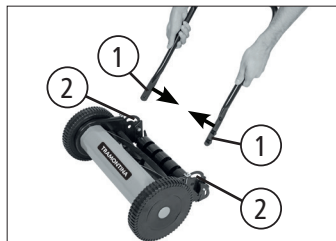

Fig. 02
Fije el brazo inferior a la cortadora encajando los pasadores (1) del brazo en los agujeros (2) de la cortadora por la parte interna de la misma [Fig. 02].